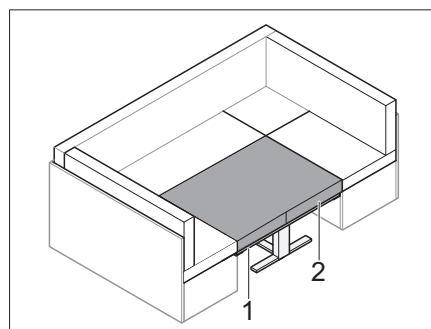

Fig. 64 Cuscino aggiuntivo inserito
- Inserire il cuscino aggiuntivo in dotazione (Fig. 64,2).